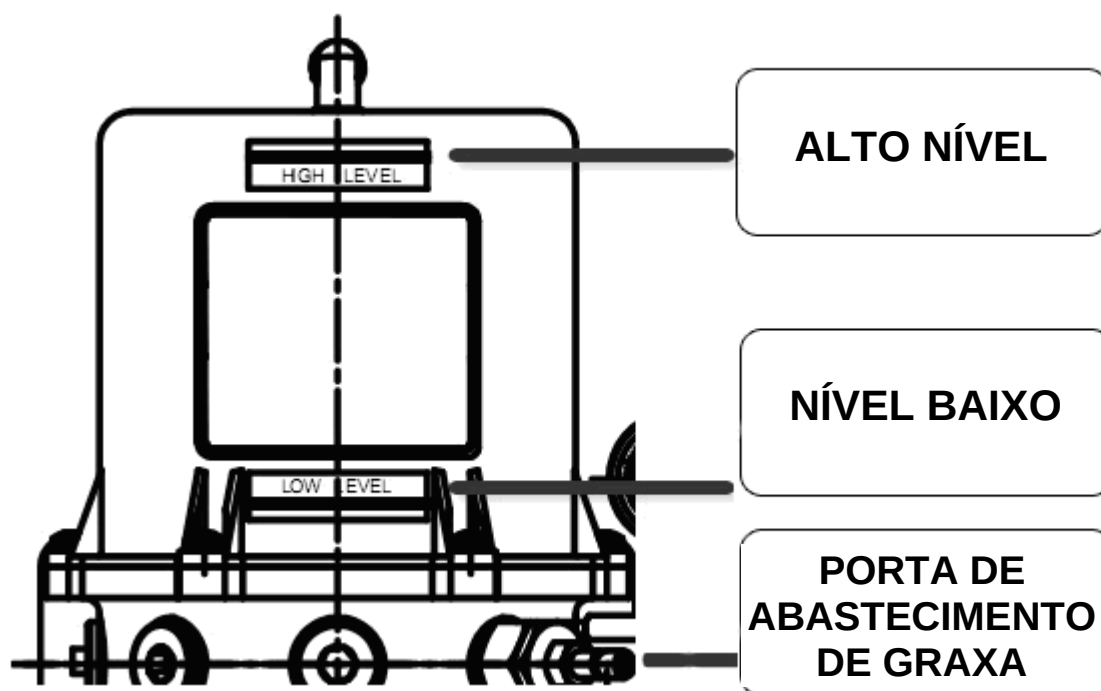

Figura 05 – 22
- Verifique se o reservatório de graxa e o sistema de lubrificação central apresentam graxa suficiente. Se a graxa for insuficiente, adicione no momento certo. Consulte a Figura 05 – 22.